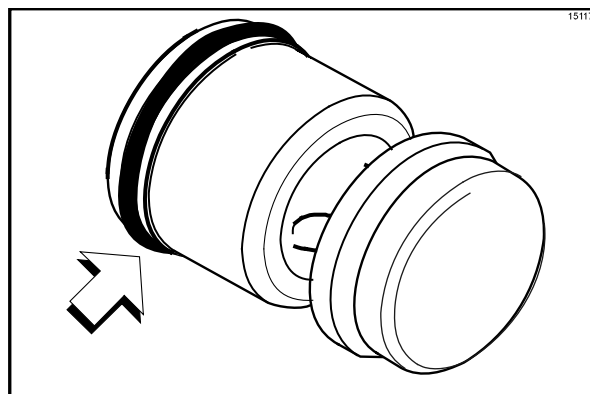

Figure 144
2. Monter le piston. Glisser le joint torique rouge dans la rainure du piston. NE PAS lubrifier le joint torique (Cf. Figure 144).